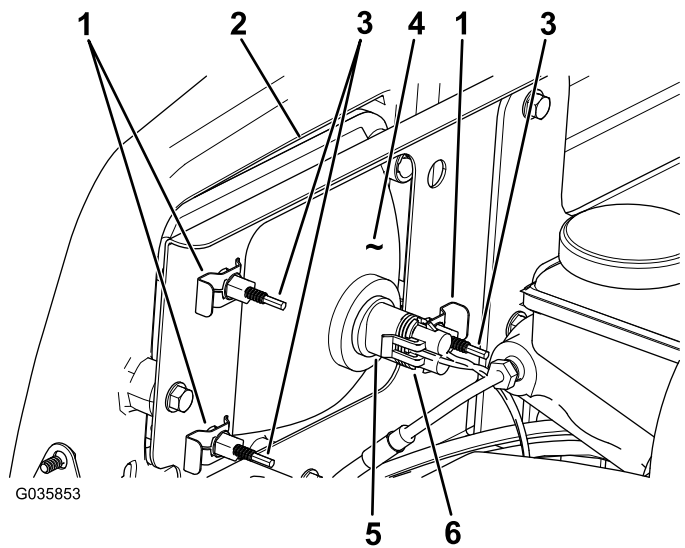

Figure 43
- Débranchez le connecteur électrique de faisceau du connecteur du phare (Figure 43).
- Déposez les clips rapides qui fixent le phare à son support (Figure 43).
- Sortez le phare en le déplaçant vers l'avant à travers l'ouverture dans le pare-chocs avant (Figure 43).
- Montez le phare neuf par l'ouverture dans le pare-chocs (Figure 43).
- Branchez le connecteur électrique de faisceau sur le connecteur de l'ampoule (Figure 43).
- Au dos du phare, tournez les vis de réglage (Figure 43) pour orienter le phare et aligner la position de son faisceau.